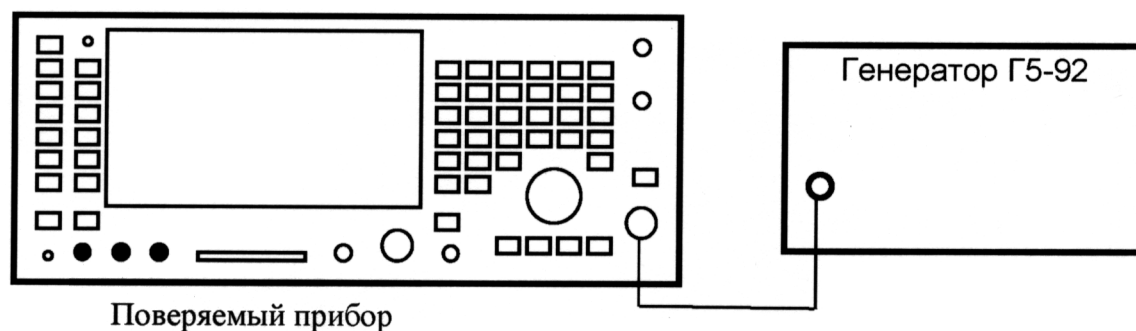

Рис. 4. Определение интервала времени.
7.3.7.7. Заменить Г5-92 в схеме рис. 4 на прибор для поверки вольтметров В1-18 и подать с него сначала на канал 1, затем на канал 2 постоянное напряжение ($5 \pm 0,00015$) В, затем проделать то же самое для отрицательного напряжения.